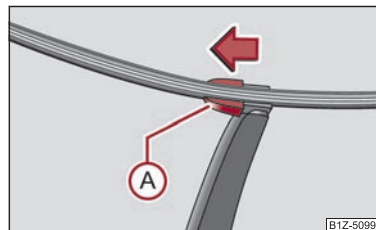

Fig. 45 Spazzola del tergilunotto
- Sollevare il braccio portaspazzola dal parabrezza e posizionare la spazzola in posizione perpendicolare rispetto al braccio ⇒ fig. 45.
- Con l'altra mano sbloccare la sicura ① in direzione della freccia ed estrarre la spazzola.